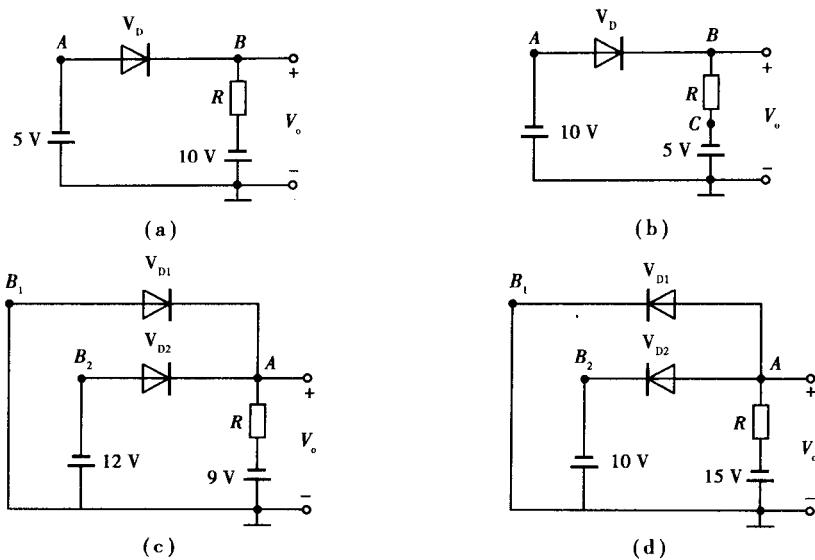

图 1.3
例 1.4 二极管电路如图 1.3 所示,判断图中二极管是导通还是截止状态,并确定输出电压 V_o 。设二极管的导通压降为 0.7 V。
①在图 1.3(a)中,首先将二极管 V_D 断开,求二极管两端将承受的电压 $V_{AB} = V_A - V_B = -5 V - (-10 V) = 5 V$ 。显然,二极管接入以后处于正向偏置,工作在导通状态。如果设二极管是理想器件,正向导通压降 $V_{vD} = 0 V$,则输出电压 $V_o = V_A - V_{vD} = -5 V$ 。若考虑二极管的正向压降 $V_{vD} = 0.7 V$,则输出电压 $V_o = V_A - V_{vD} = -5 V - 0.7 V = -5.7 V$ 。
②在图 1.3(b)中,断开二极管 V_D ,有 $V_{AB} = V_A - V_B = -10 V - (-5 V) = -5 V$ 。可见,二极管 V_D 接入以后,将承受反向电压, V_D 处于截止状态(相当于断开),电路中电流等于零(设
③在图 1.3(c)中, 首先将 \$V_{D1}\$ 和 \$V_{D2}\$ 断开, 求得两管将承受的电压为:
④在图 1.3(d)中, 首先将 \$V_{D1}\$ 和 \$V_{D2}\$ 断开, 求得两管将承受的电压。